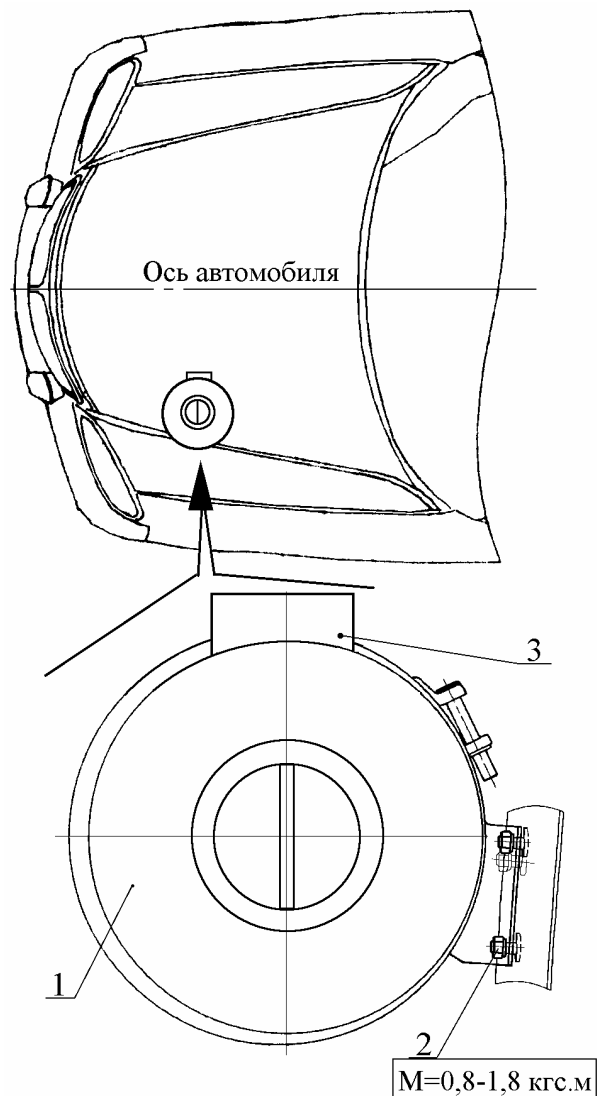

Рис.37. Установка воздушного фильтра:
5.3. Установить воздушный фильтр 1 (рис. 37) в последовательности обратной снятию, при этом руководствоваться следующими техническими требованиями: